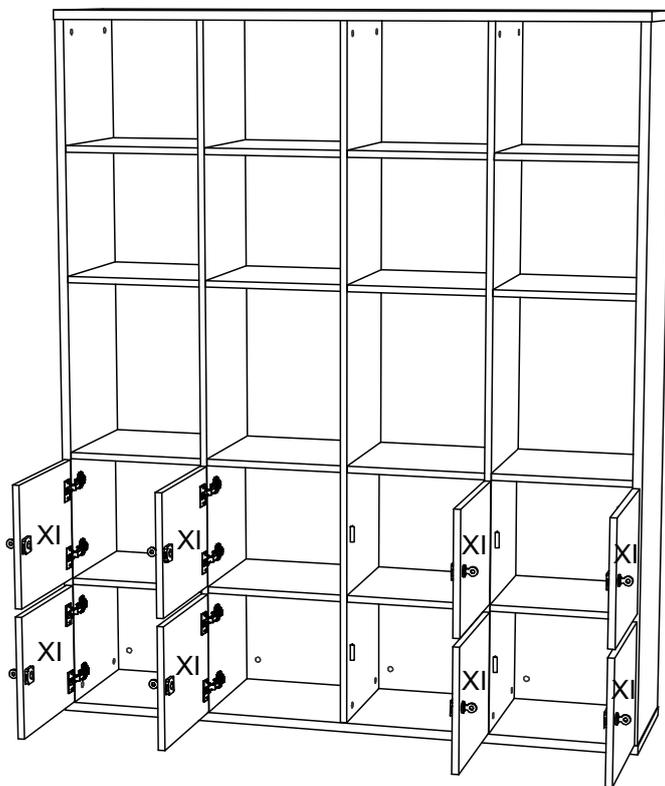

рис. 2
Любую из нижних ниш стеллажа можно закрыть фасадом (XI) с замком (рис. 2).